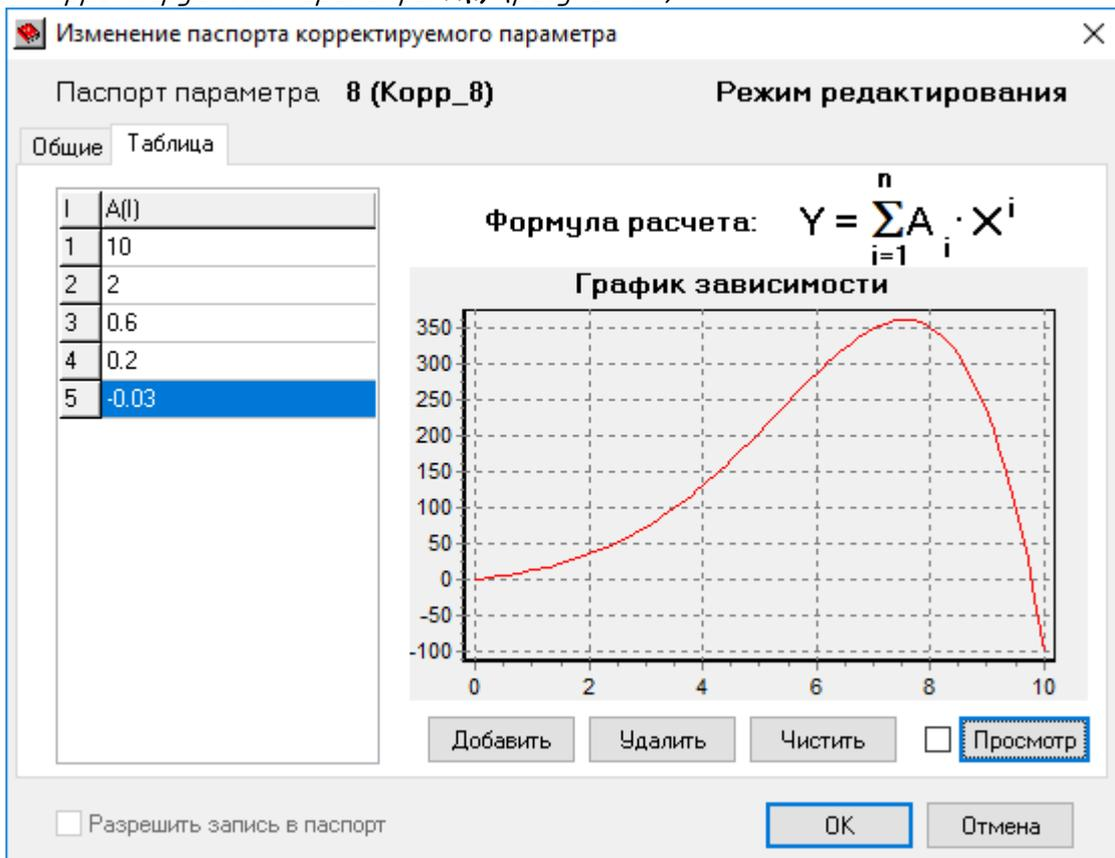

Рисунок 86 – График многочлена степенного ряда
**График зависимости** – график, построенный по номерам  $I$  и значениям коэффициентов при значениях корректируемого параметра  $A(I)$  (рисунок 86).